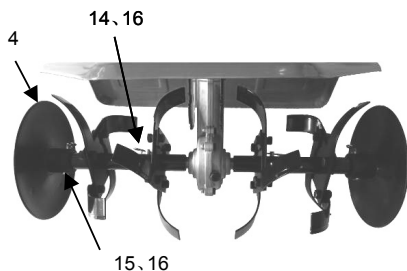

Figura 4
2. Fare riferimento alla Figura 4 per installare il disco di taglio e le frese.